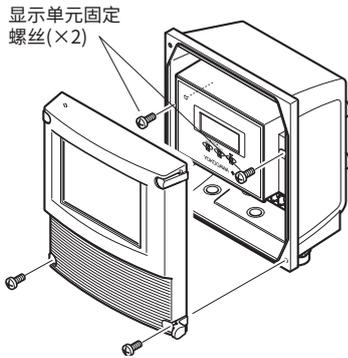

图6.3.5 移除显示单元的固定螺丝
(1) 用手支撑时, 松开两个显示单元的固定螺丝(参阅图6.3.5)。